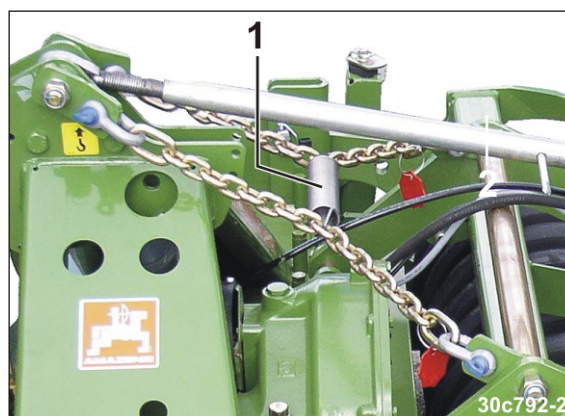

Рис. 86
6. Соедините цепи натяжной пружиной (Рис. 86/1). В ненатянута состоянии цепи не должны касаться бункера почвообрабатывающей машины.